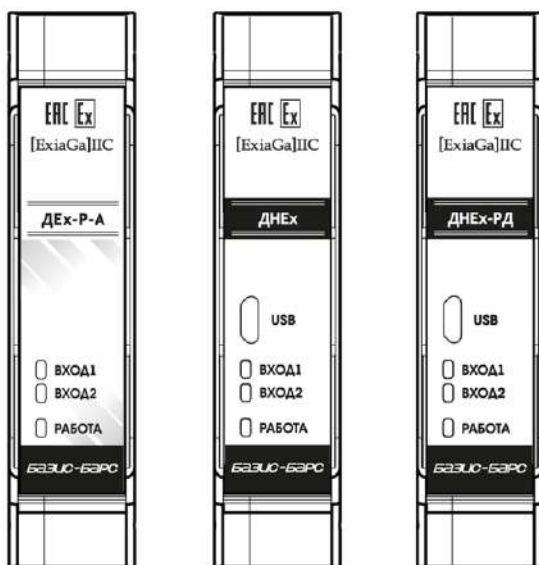

Рис. 5.1. Виды передней панели Преобразователя (модификации с дискретными входами)
4.1.2. На фронтальной панели корпуса Преобразователя смонтированы (см. рис. 5.1—5.6):
5.2.2. Виды Преобразователя показаны на рис. 5.1—5.6.